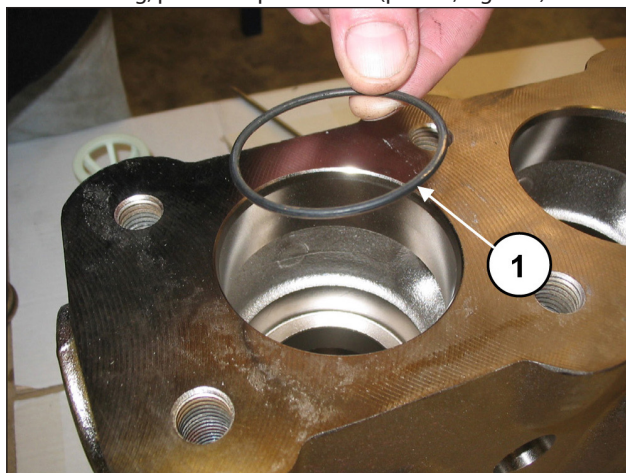

Fig. 114
Insira o O-ring, pos. de explosão nº. 5 (pos. ①, Fig. 114).